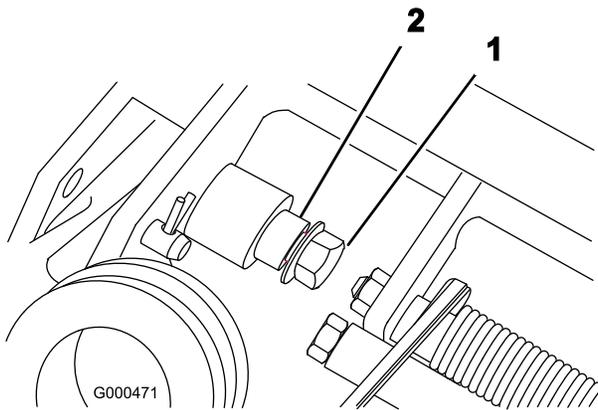

図 8
1. 機体左右のボルトとピボット・ピンからフランジ・ロックナットを外す (図 8)。